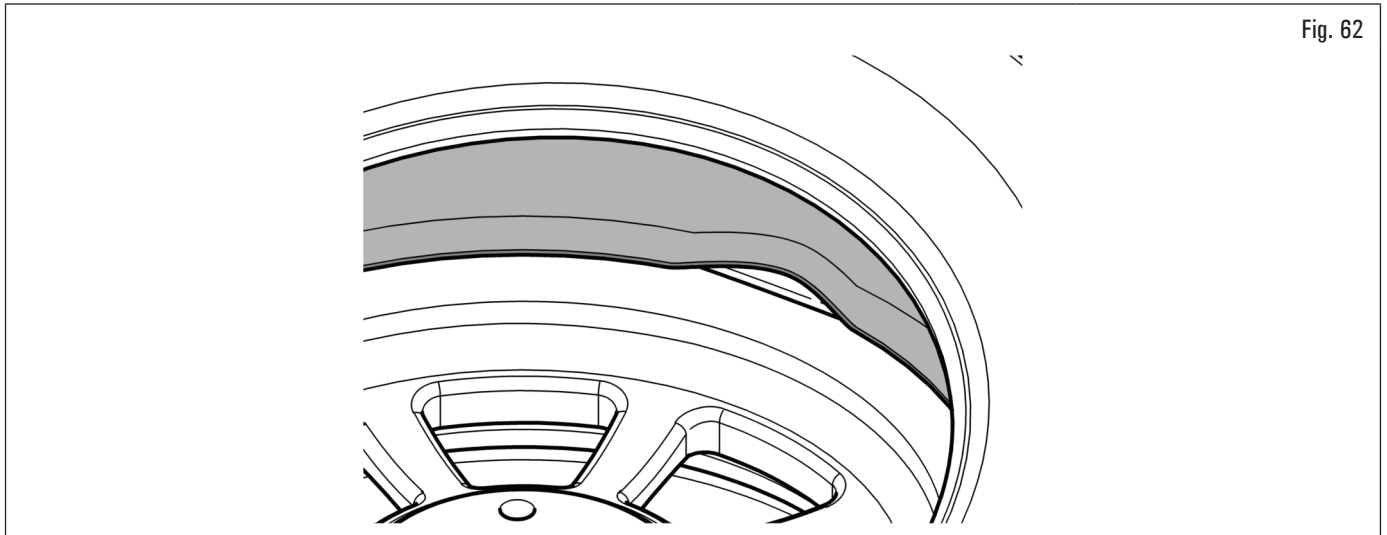

Fig. 62
2. por tanto, hacer avanzar el rodillo destalonador con el mando adecuado (véase Fig. 6 ref. B (IZ)) de manera que se introduzca entre borde llanta y talón inferior (véase Fig. 62);